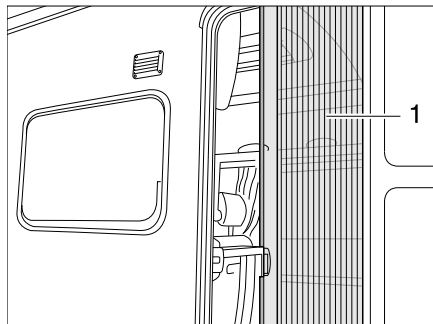

Bild 25 Insektenschutz
- Insektenschutz an der Leiste (Bild 25,1) ganz herausziehen.
- Insektenschutz an der Leiste (Bild 25,1) in Ausgangsstellung zurückschieben.